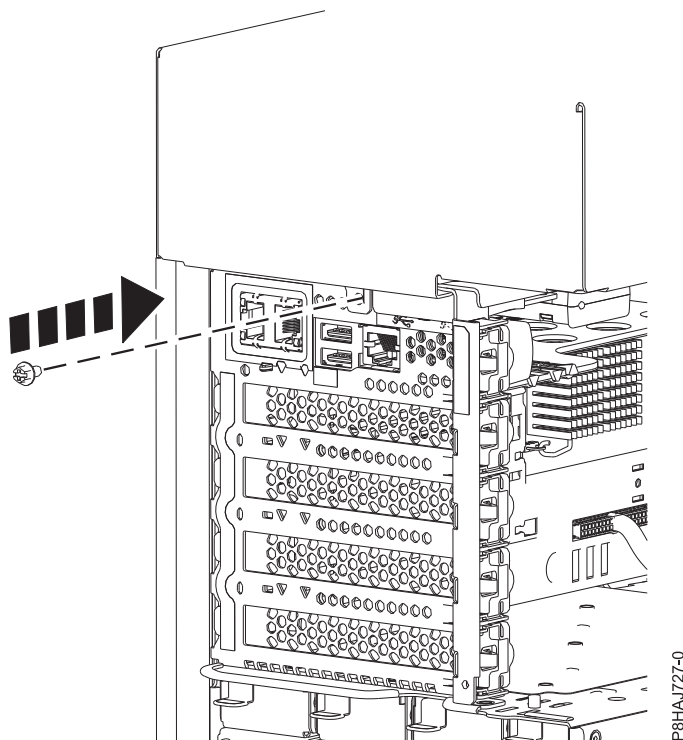

Abbildung 62. Anbringen der Schraube der Seitenabdeckung bei einem Standalone-System vom Typ 8286-41A
5. Bringen Sie die hintere Schraube der Seitenabdeckung mit einem Kreuzschlitz-Schraubendreher an (siehe Abb. 62 auf Seite 76).